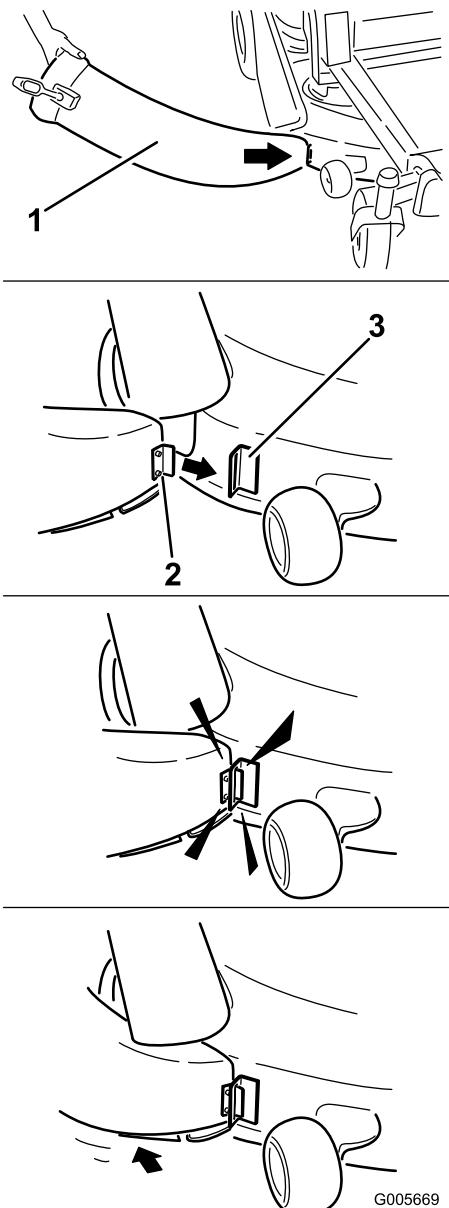

Figure 11
4. Inclinez la languette en métal à l'avant de l'éjecteur dans la fente du support qui est soudé au plateau de coupe, juste devant la découpe (Figure 11).
5. Pivotez l'éjecteur en arrière, pour le mettre de niveau avec le plateau de coupe (Figure 11).